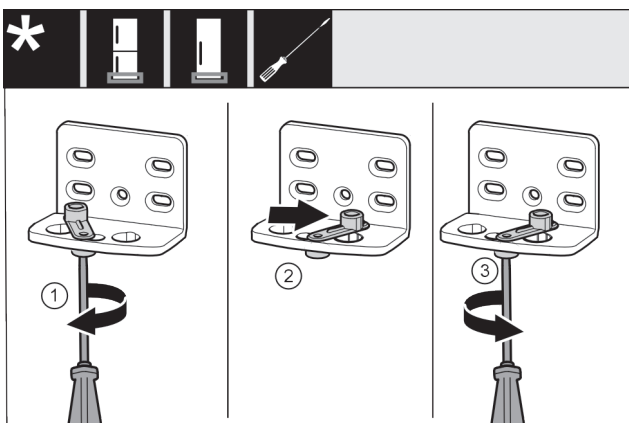

Fig. 15
- Odkręcić lekko śrubę Fig. 15 (1) śrubokrętem.
- Unieść element ułatwiający zamykanie drzwi Fig. 15 (2), a następnie obrócić w otworze w prawo o 90°.
- Przykręcić śrubę Fig. 15 (3) śrubokrętem.